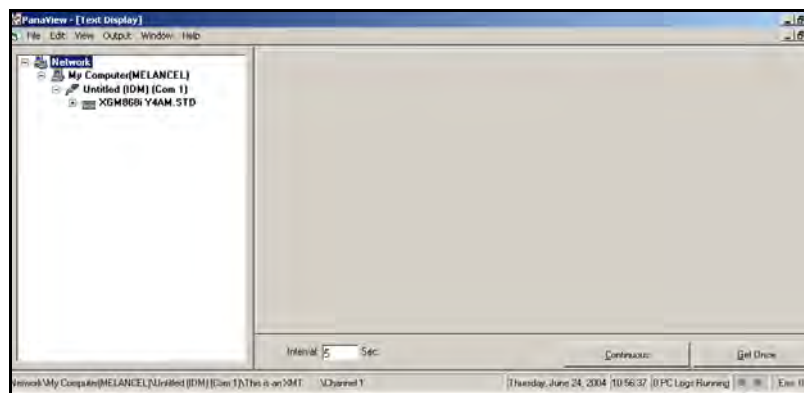

Figura 19: Ventana Text Display
2. Utilice el menú *Window* (Ventana) como se describe en el *Manual del usuario de PanaView* para organizar las ventanas abiertas en el formato deseado. La Figura 19 muestra la ventana *Text Display* a pantalla completa.
5. Antes de poder visualizar datos reales en el panel de texto, active uno de los siguientes modos de recopilación de datos (consulte la Figura 19 en la página 50):